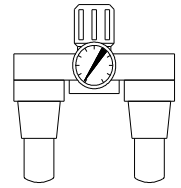

Fig. 5
- 3.4. Es imprescindible la instalación de un conjunto purificador regulador lubricador de aire en la red (fig.5), cuyo vaso de purga debe ser vaciado diariamente.
- 3.4. It is essential that an air filter-lubricator unit is installed (Fig.5), which is drained daily.
- 3.4. Il est indispensable d'installer un épurateur lubrificateur d'air sur le réseau (fig. 5), et de vider son vase de purge tous les jours.
- 3.4. Auf jeden Fall muss eine Luftfiltereinrichtung mit Regelung und Abschmierung im Netz (Abb. 5) installiert werden, deren Ablassbecher täglich entleert werden muss.